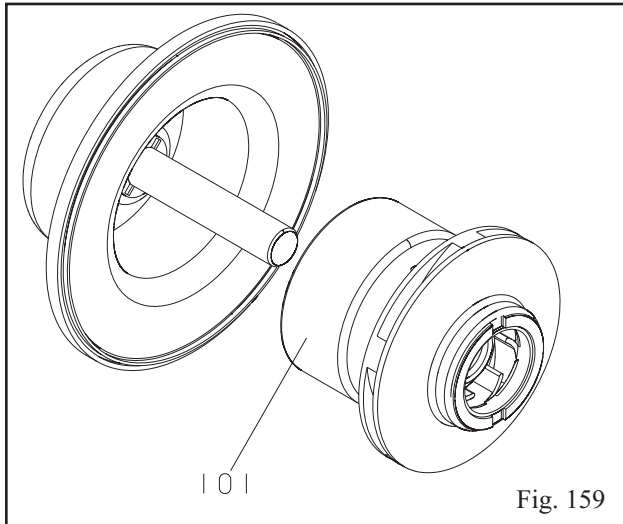

Fig. 159
10. Slide impeller assembly (101) onto shaft (Fig. 159).